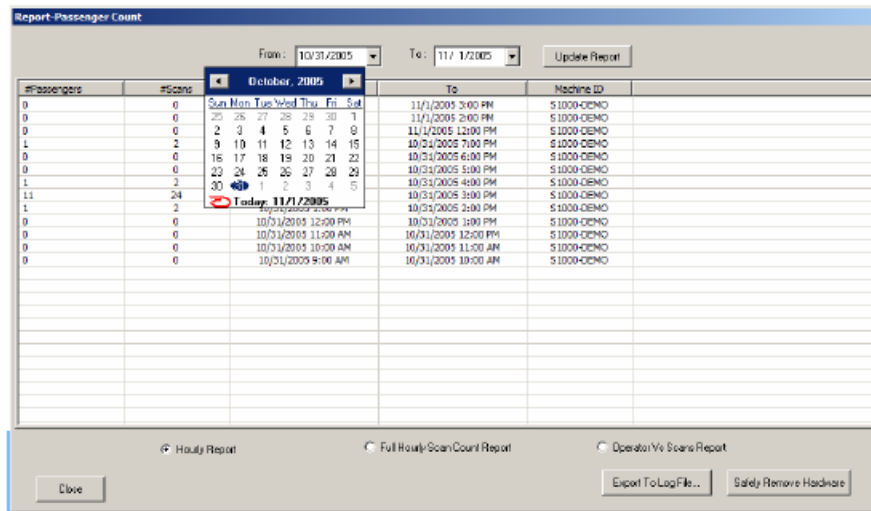

Рис. 4-26. Почасовой отчет о количестве пассажиров/ операций сканирования
3. Выберите «Hourly Report» (Почасовой отчет), «Full Hourly Scan Count Report» (Полный почасовой отчет о количестве пассажиров / операций сканирования) или «Operator vs. Scans Report» (Отчет о сканированиях выполненных оператором). На рис. 4-26 показан отчет о количестве пассажиров в почасовом режиме.